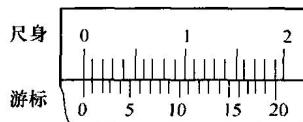

图 2-5 0.05mm 游标卡尺
0.05mm 示值精度的游标卡尺其原理与上述原理相同，如图 2-5 所示，它的分度值的原理与上述 0.02mm 精度的游标卡尺相同。其精度原理是以尺身上 19mm 间距，在游标上作 20 等分分度值刻线，将游标上的零位线与尺身上零位线对齐，则游标上 20 分度线与尺寸 19mm 对齐，则相对于尺身 20mm 处线相差 1mm，也就是游标上分度值为 $1/20\text{mm}$ 。